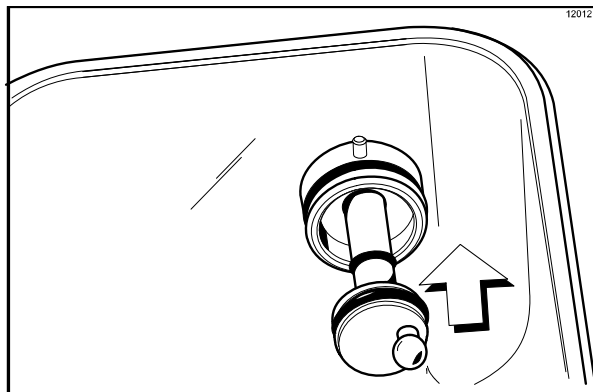

Рисунок 155
14. Установите шестигранный торец приводного вала в ступицу привода, на задней стенке бачка для смеси. (См. рис. 155)